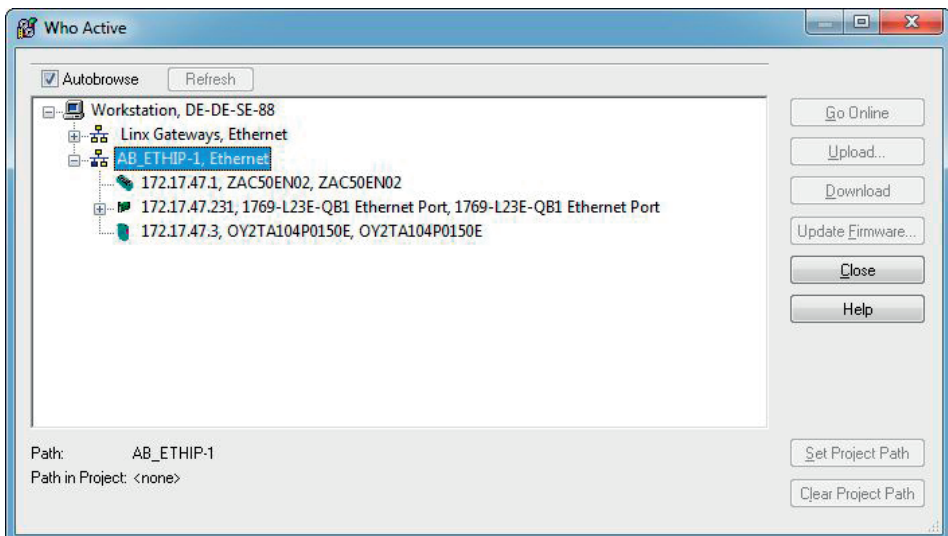

Abbildung 9: Who Active
- In der Netzwerkübersicht „Who Active“, zu finden unter „Communication“, werden alle vorhandenen Netzwerkteilnehmer aufgelistet (Abbildung 9). Somit kann überprüft werden, ob alle angeschlossenen Netzwerkteilnehmer auch gefunden werden.